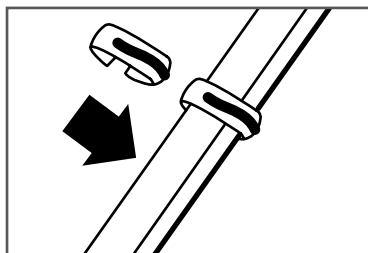

Рис. 4 Крепления кабеля включения
5. Закрепите кабель включения фиксатором (Рис. 4).